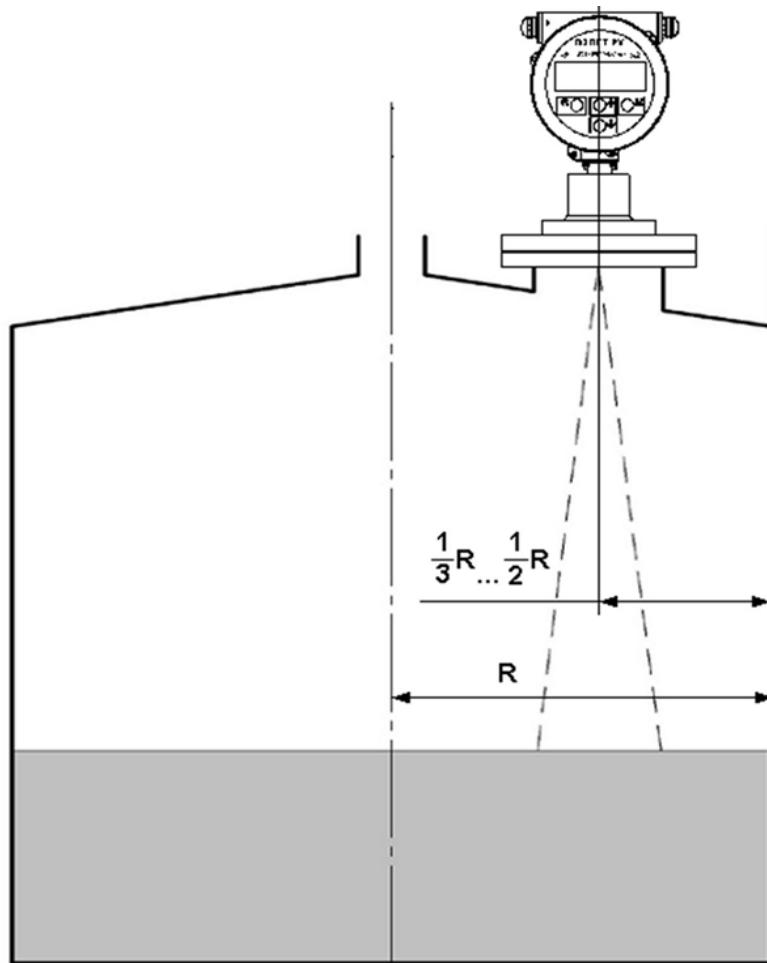

Рис.6. Допустимое расстояние от стенки емкости до оси датчика.
- расстояние от стенки емкости до центральной оси датчика уровня выбирать в пределах $1/3\dots 1/2$ радиуса резервуара R (рис.6);